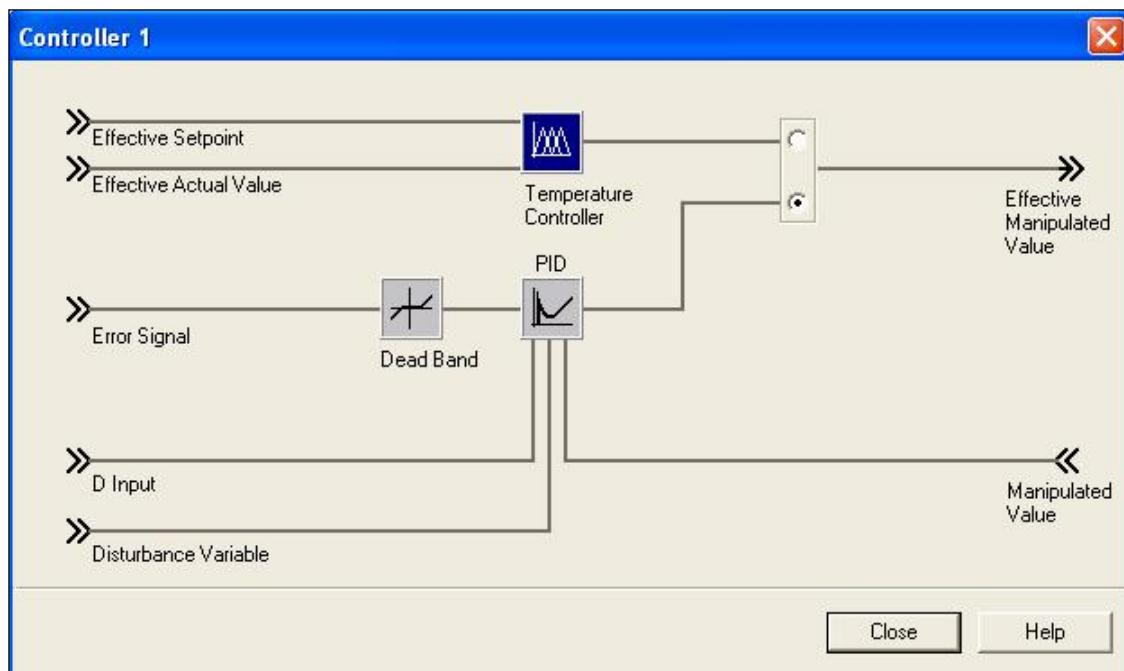

图 10 FM355 模块控制算法参数化界面
- “ Disturbance Variable” : 选择扰动变量的采样通道即通过第几个模拟量输入采样扰动变量。设定值与实际值的差值为偏差值, 偏差值在控制算法中进行计算, 点击“ Control Algorithm” 进入控制算法界面如图 10 所示: